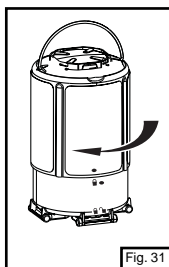

Fig. 31
- ⇒ Gire el estuche superior para cargar a la posición de cerrado como se muestra. (Fig. 31)